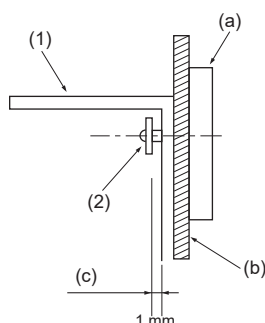

Fig. 3-4
- Monte primero el soporte a la pared y luego apriete los tornillos de forma que el soporte pueda moverse hacia arriba y hacia abajo. (Fig. 3-4)
(1) Soporte antibasculante
(2) Tornillo tirafondos